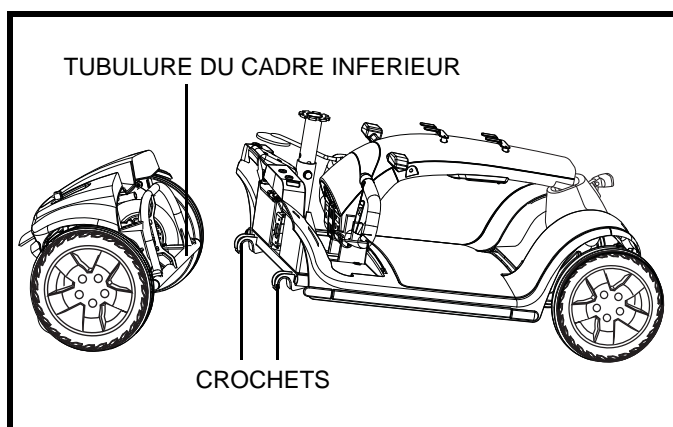

Figure 22. Séparation des sections
4. Soulevez la section avant afin de complètement dégager et séparer les crochets de la section arrière. **Voir figure 22.**
5. Séparez lentement les sections. **Voir la figure 22.**
1. Positionnez les sections. **Voir la figure 22.**
2. Prenez le levier de blocage pour soulever la section avant en alignant les crochets de section avant avec les tubes de la section arrière. **Voir la figure 22.**